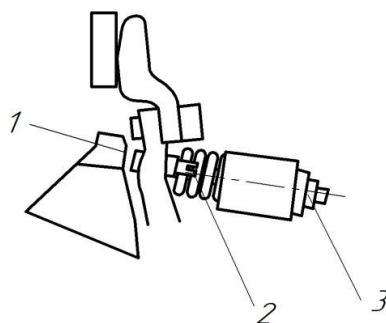

Рисунок 4. Регулировка и замер провала контактов
11.2.4. Величина зазора, контролирующего провал, замеряется щупом (см. Рисунок 4). Щуп
11.2.5. Регулировка провала и одновременность касания контактов осуществляется регулировочным винтом (2) рисунок 4. Установив нужный зазор и убедившись в отсутствии перекоса подвижного контакта, регулировочные винты контролируются. Следует иметь в виду, что регулировка провалов влияет на неодновременность касания контактов. Чем точнее отрегулированы провалы, тем меньше неодновременность касания контактов. Неодновременность касания контактов допускается до 0,3 мм. Если неодновременность касания больше, то ее уменьшают путем регулировки провала контактов, но в пределах норм, указанных в Таблице 8.
11.2.8. Если нажатие не соответствует табличному, то вращением регулировочной гайки изменяется натяжка контактной пружины (3) Рисунок 4. После установки требуемого нажатия регулировочные гайки контролируются.